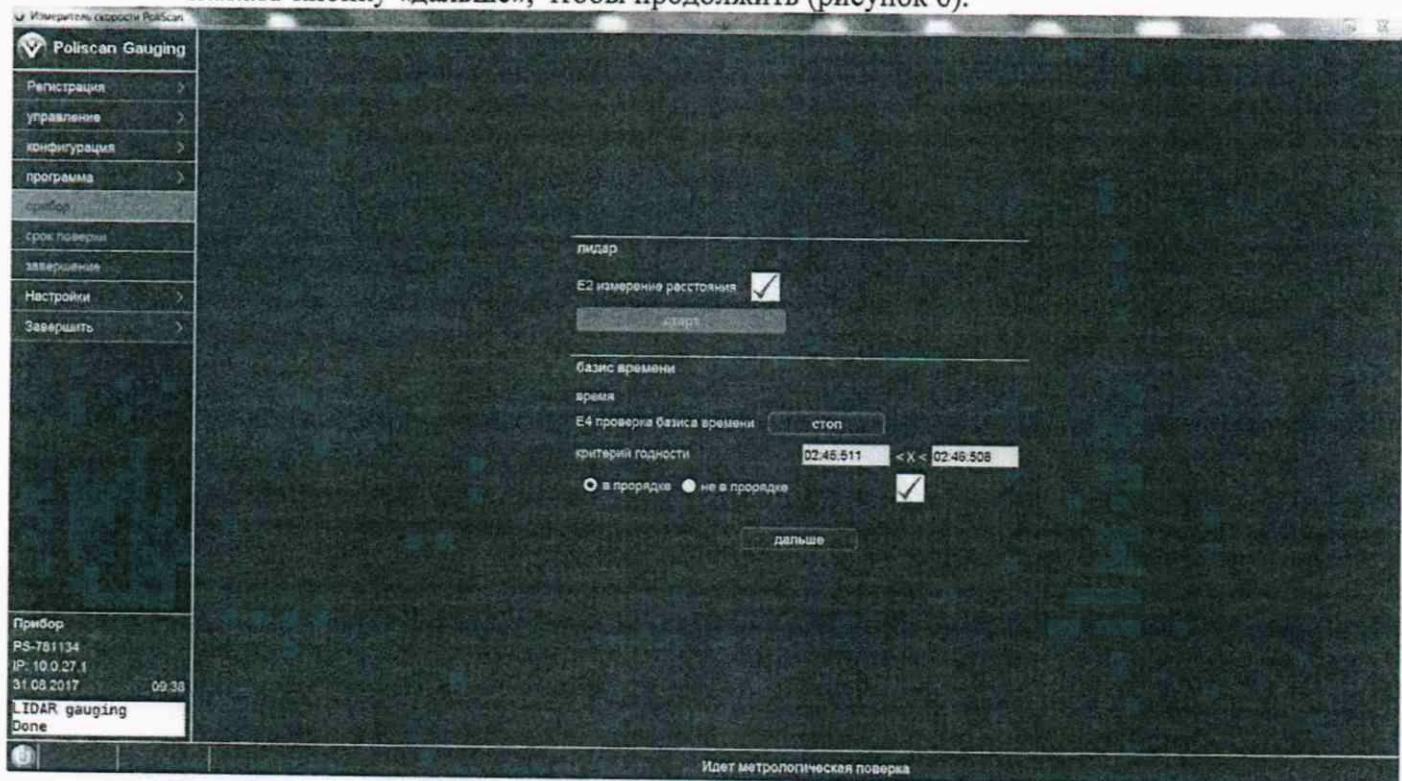

Рисунок 6
- нажать кнопку «далее», чтобы продолжить (рисунок 6).